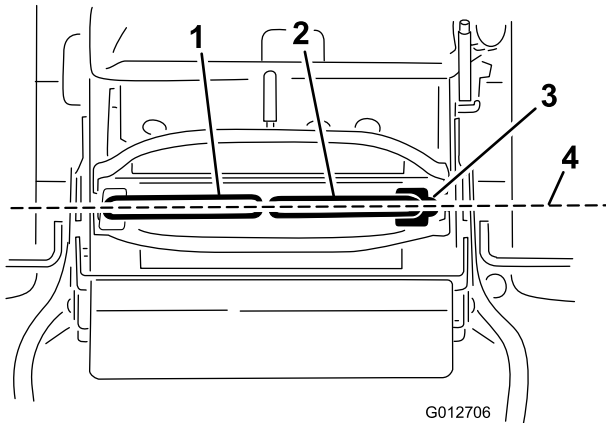

Figura 73
**Importante:** Compruebe el avance de la máquina después de ajustar las palancas de control de movimiento. Se utiliza el mismo procedimiento para ajustar la dirección y para alinear las palancas de control de movimiento hacia adelante-atrás (Figura 73).
1. Una vez ajustada la alineación horizontal, compruebe la alineación adelante-atrás empujando ligeramente hacia adelante las palancas de control para eliminar cualquier holgura del acoplamiento de las palancas de control (Figura 73).